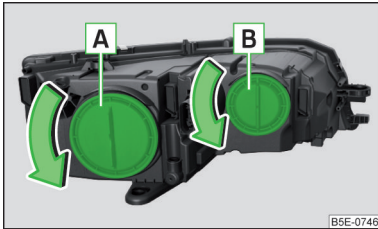

Abb. 356
Glühlampenordnung » Abb. 356
- › Die Schutzkappe **A** » Abb. 356 auf Seite 314 in Pfeilrichtung drehen.
- › Die Schutzkappe **A** » Abb. 356 auf Seite 314 einsetzen und entgegen der Pfeilrichtung drehen.
- › Die Schutzkappe **B** » Abb. 356 auf Seite 314 in Pfeilrichtung drehen.
- › Die Schutzkappe **B** » Abb. 356 auf Seite 314 einsetzen und entgegen der Pfeilrichtung drehen.